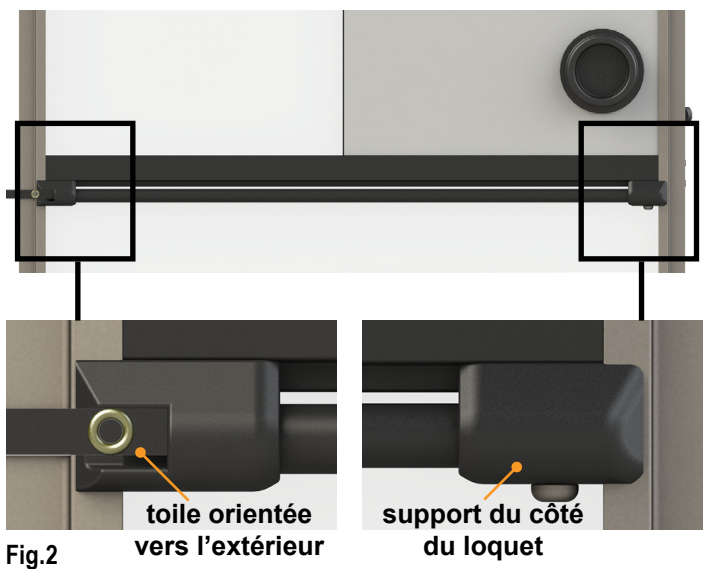

Fig.2
3. Placer le Screen Shot directement sous la barre-poussoir, puis insérer le support du côté du loquet dans la coulisse (Fig.2).
4. Maintenir le côté du loquet en place. Avec l'autre main, insérer le support du côté de la charnière en faisant glisser le Screen Shot vers le haut dans la coulisse avec la toile orientée vers l'extérieur (Fig.2).